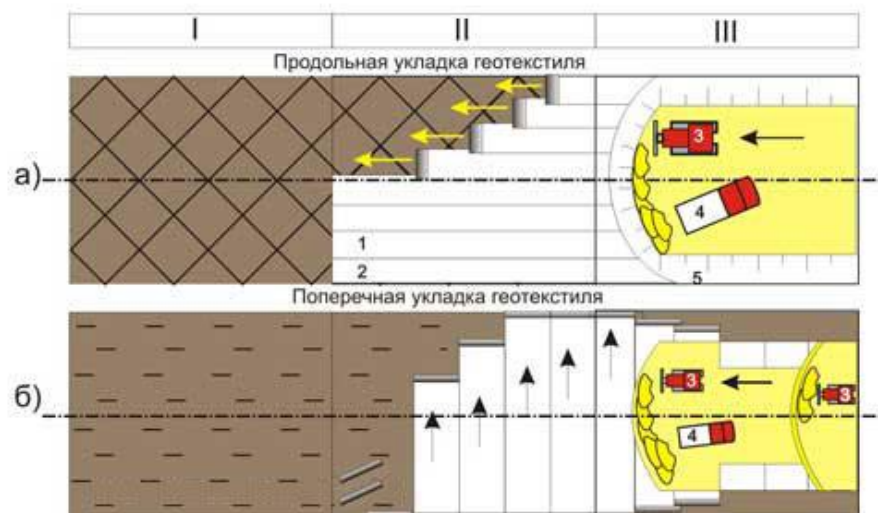

Рис. 1 Продольная и поперечная укладка геотекстиля: 1-2 Геополотно; 3 Бульдозер; 4 Автосамосвал
6. При укладке геотекстиля, для создания защитно-армирующих прослоек (в поперечном направлении – см. Рис.1, б) величина перекрытия при отсутствии соединения должна быть не менее 0,5 м. Полотна крепят к грунту анкерами, устанавливаемыми на ширине перекрытия через 1,5 – 2,0 метра. Соединение полотен позволяет снизить величину их перекрытия. Предпочтительным видом соединения полотен является их сшивание с применением мешкозашивочных швейных машинок.